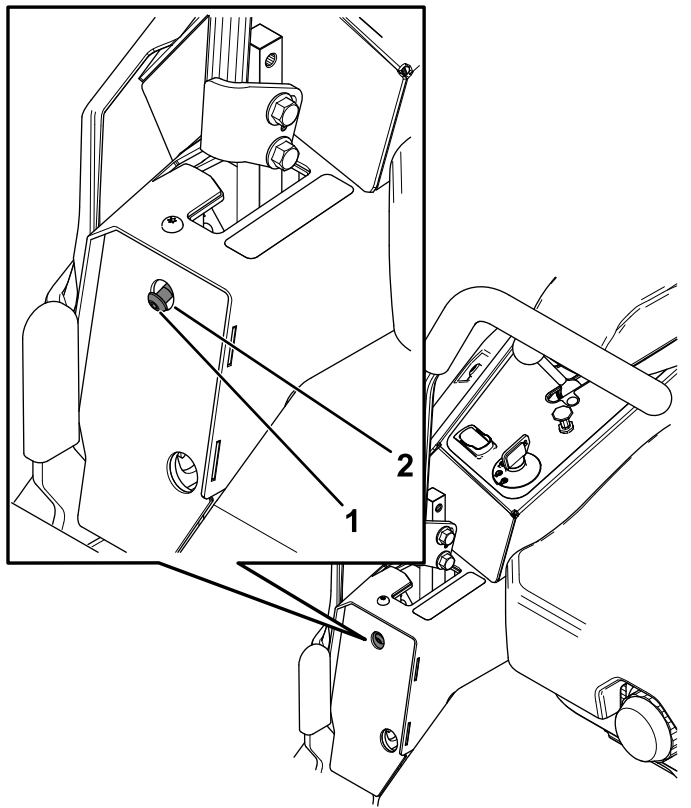

Figure 55
6. Si la machine se déporte à droite, insérez une clé hexagonale de 3/16 pouce dans le trou d'accès du couvercle avant gauche et tournez la vis de réglage de l'alignement dans le sens horaire ou antihoraire pour ajuster la course du levier (Figure 55).
7. Si la machine se déporte à gauche, insérez une clé hexagonale de 3/16 pouce dans le trou d'accès du couvercle avant droit et tournez la vis de réglage de l'alignement dans le sens horaire ou antihoraire pour ajuster la course du levier (Figure 55).